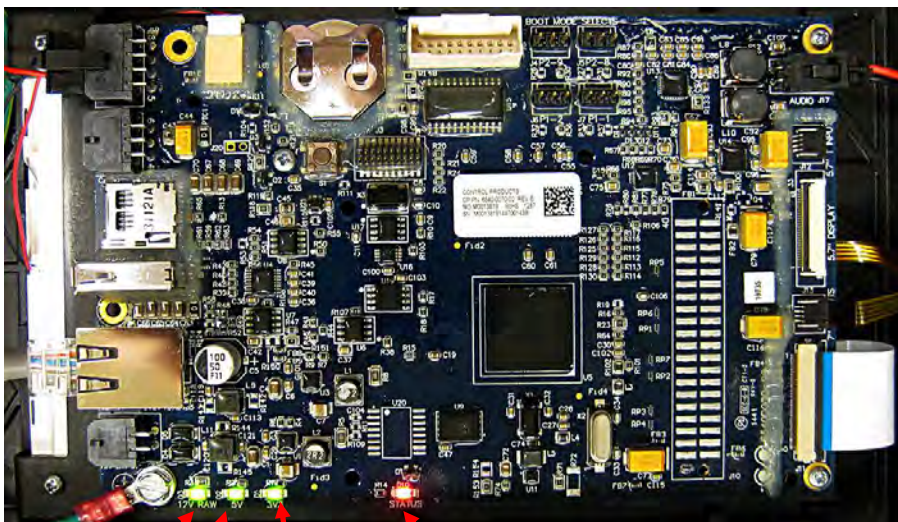

Figura 7
Para verificar se o FQ4000 tem energia e o ecrã tátil está a funcionar, remova os 2 parafusos que fixam o controlador ao painel. Baixe o controlador para observar os LED na leitura da placa do controlador. Verifique se os três (3) LED verdes estão acesos, indicando que a alimentação de 3 V, 5 V e 12V está presente no controlador. Estes devem estar sempre iluminados. Prima qualquer parte da frente do ecrã tátil iluminará o LED DE ESTADO vermelho (consulte a Figura 7). O LED vermelho também se acenderá momentaneamente durante o arranque.